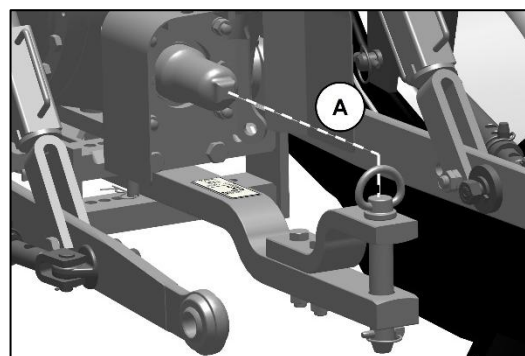

Fig. 175 : DISTANCE HORIZONTALE 'A'
4. Si l'outil entraîné par la PDF est raccordé à la barre oscillante, celle-ci doit être réglée de manière que la distance horizontale A (voir Fig. 175) entre l'extrémité de l'arbre de la PDF et l'anneau de goupille à l'extrémité de la barre soit de 356 mm pour un arbre 540 tpm – 6 cannelures.